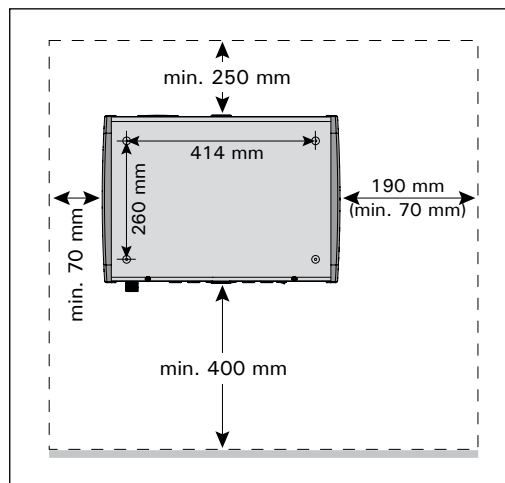

Рисунок 6. Параметры установки
- Место установки парогенератора отвечает требованиям относительно минимального безопасного расстояния (рисунок 6), а также соответствует требованиям, изложенным в пункте 2.2.
Парогенератор монтируется на стене, на высоте не менее 400 мм от пола (рис. 6). Закрепите парогенератор на стене при помощи четырех болтов, подходящих для данного типа стенового материала. В комплекте с устройством поставляются болты размером 5 X 40 мм и дюбели для крепления винтов в кирпичной кладке.